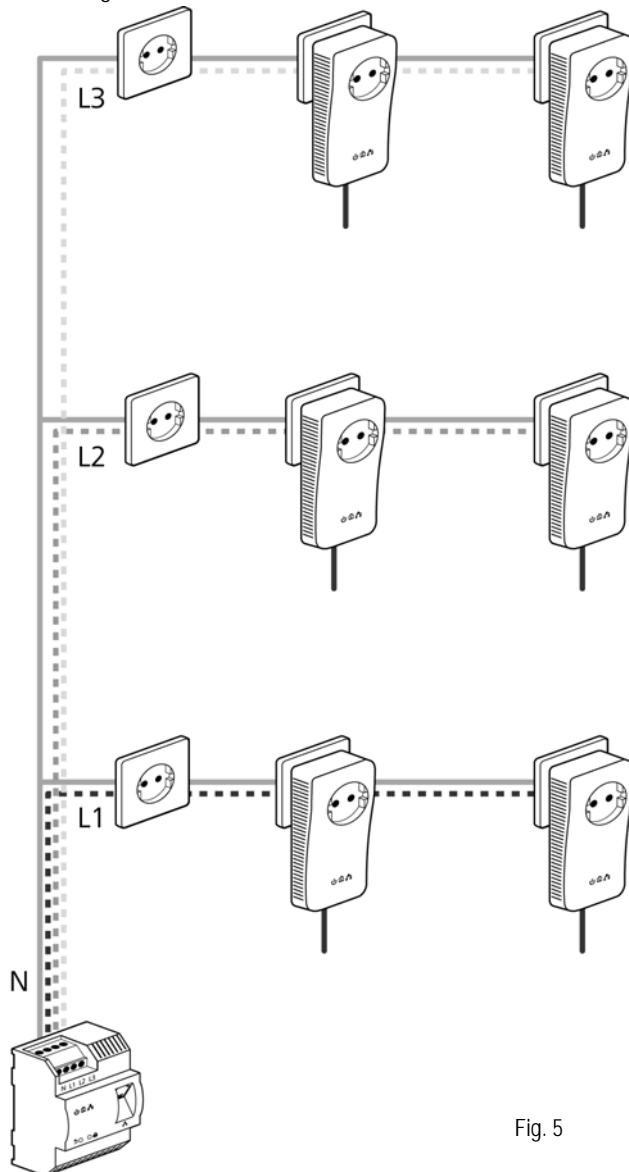

Fig. 5
- Branchement triphasé : le conducteur de neutre et le premier conducteur de phase sont branchés sur les bornes N et L1. Le branchement des conducteurs de phase L2 et L3 est facultatif et sert à optimiser la transmission des signaux. La tension électrique est appliquée aux bornes N et L1 (voir la fig. 5).